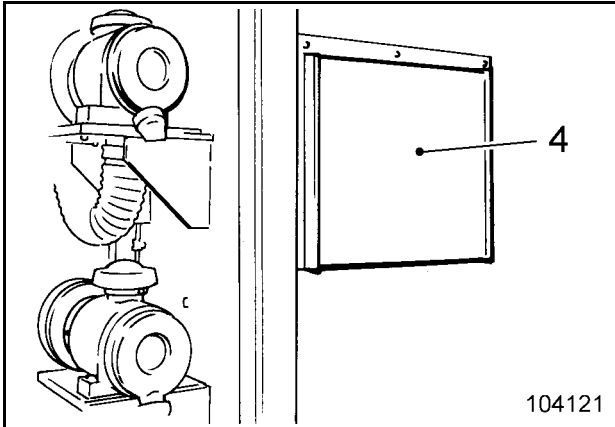

Fig. 3-28:
Im Schaltschrank (Fig. 3-28:) befindet sich hinter der Abdeckung (4) eine Filtermatte.